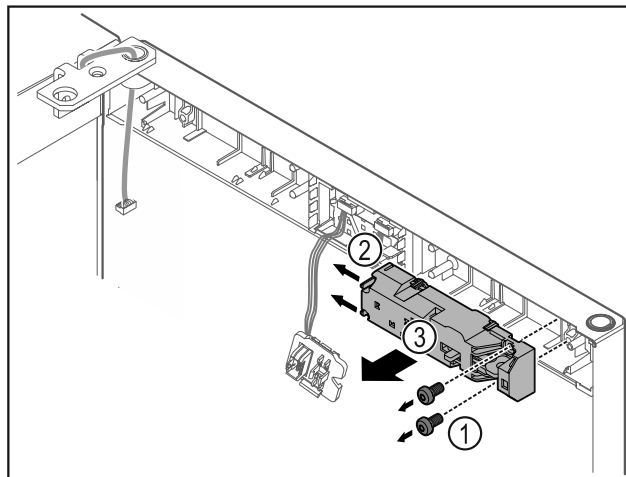

Fig. 18
- Eemaldage kruvid Fig. 18 (1).
- Vajutage fiksaatorninasid Fig. 18 (2) küljele ja võtke kauglukku Fig. 18 (3) maha.